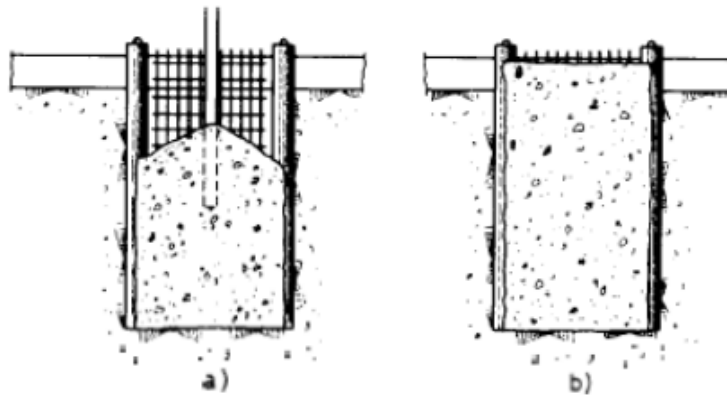

Figura 13
4) Hormigonado: Se realiza mediante tubería (Figura. 13 a y b)